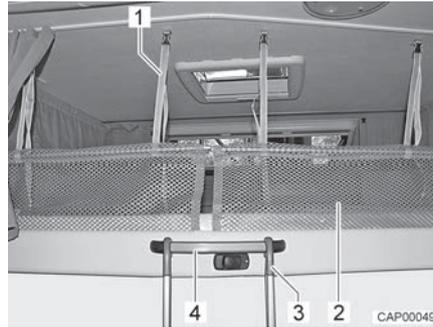

Fig. 63 Scaletta di accesso e rete protettiva
- Appendere la scaletta di accesso (Fig. 63,3) tramite entrambe le staffe della maniglia (Fig. 63,4) al letto basculante.
Le reti protettive (Fig. 63,2) con le cinghie di arresto sono sistemate sotto il materasso. Fissare le reti protettive soltanto dopo che le persone si sono stese sul letto basculante.
- Fare innestare le cinghie di arresto (Fig. 63,1) nei supporti sul soffitto.